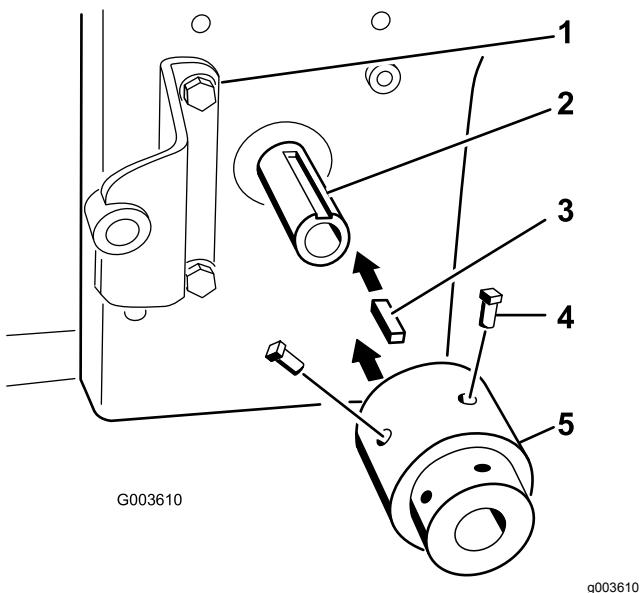

図 20
- 6. エンジンの PTO シャフトのスロットに角キー $1/4 \times 1$ インチを取り付ける図 20。
- 7. ハブ・アセンブリを角キーに合わせ、エンジンの PTO シャフトに取り付ける図 20。
8. 2本の固定ねじ $5/16 \times \frac{3}{4}$ インチにねじゆるみ止め接着剤取り外し可能タイプを塗り、ハブアセンブリを PTO シャフトに固定する図 20。